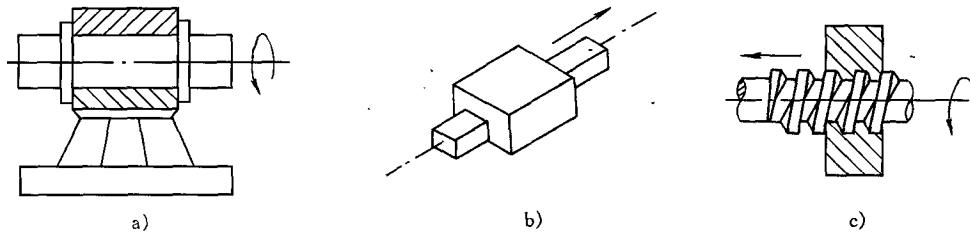

图 0—2 低副的形式
(1) 低副 指两构件间呈面接触的运动副。常见的低副有转动副(指两构件在接触处只有相对转动,如图 0—2a 所示),移动副(指两构件在接触处只有相对移动,如图 0—2b 所示)和螺旋副(指两构件在接触处具有转动和移动的复合运动,如图 0—2c 所示)三种形式。
(2) 高副 指两构件间呈点或线接触的运动副。图 0—3 所示为几种常见的高副接触形式。